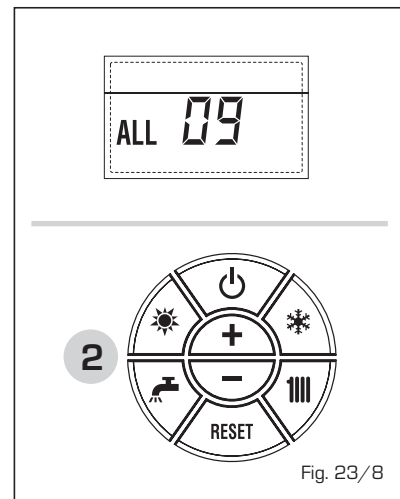

Fig. 23/8
- **ANOMALÍA SONDA AUXILIAR "AL 10"** (fig. 23/9)